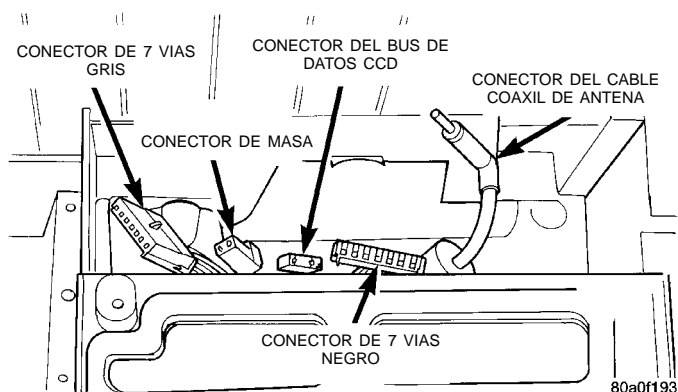

Fig. 4 Conectores de la radio
(6) Extraiga la radio del tablero de instrumentos lo suficiente como para poder desenchufar los conectores del mazo de cables y el conector del cable coaxial de la antena (Fig. 4).